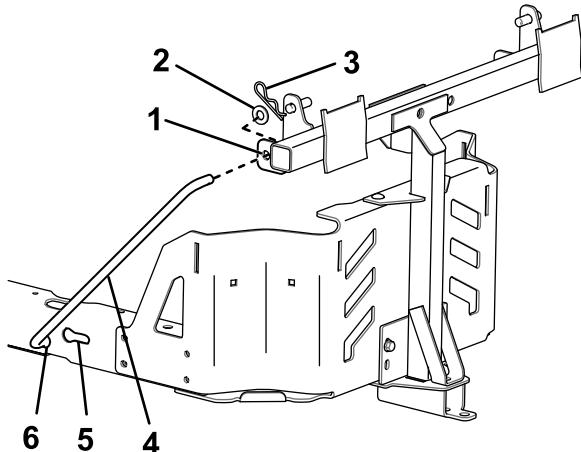

Figure 10
- Insérez l'extrémité évasée et coudée d'une tige dans le trou à détrompeur sur le côté gauche du cadre de la machine, et déplacez la tige vers l'arrière pour l'enclencher dans le cadre (Figure 10).
- Insérez l'extrémité coudée de chaque tige dans la plaque de montage, comme montré à la Figure 10, et fixez-la avec une rondelle et une goupille fendue.